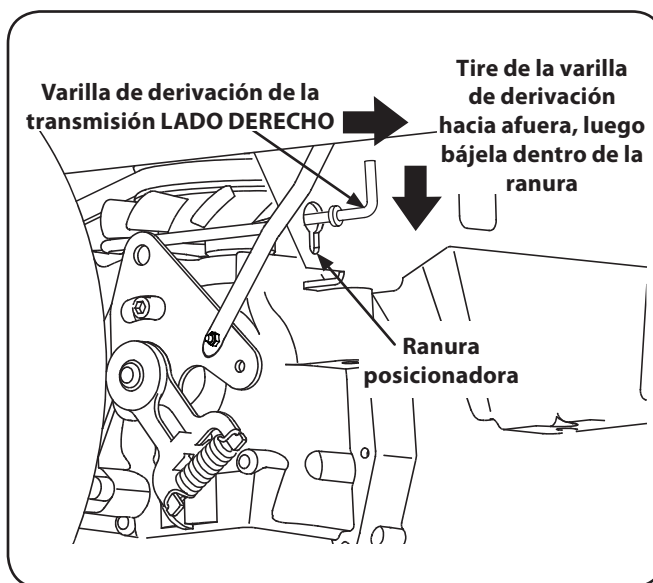

Figura 6-3
1. Ubique las varillas de derivación de transmisión, justo delante de los dos neumáticos traseros. Vea la Figura 6-3.